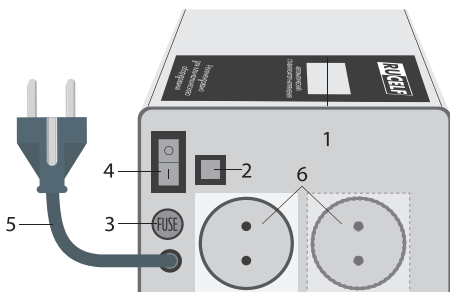

Рис. 1. Органы управления стабилизатора
- Включить вилку питания прибора в розетку сети 220 В (рис.1, п. 5)
- Включить изделие выключателем, (рис. 1, п. 4)
- На дисплей (рис. 1, п. 1) пойдёт отсчет времени 5 сек после чего отобразится выходное напряжение
- Включить изделие выключателем (рис. 1, п. 4), подключить потребитель в сетевую розетку стабилизатора (рис.1, п. 6)
- Включить изделие выключателем (рис. 1, п. 4).